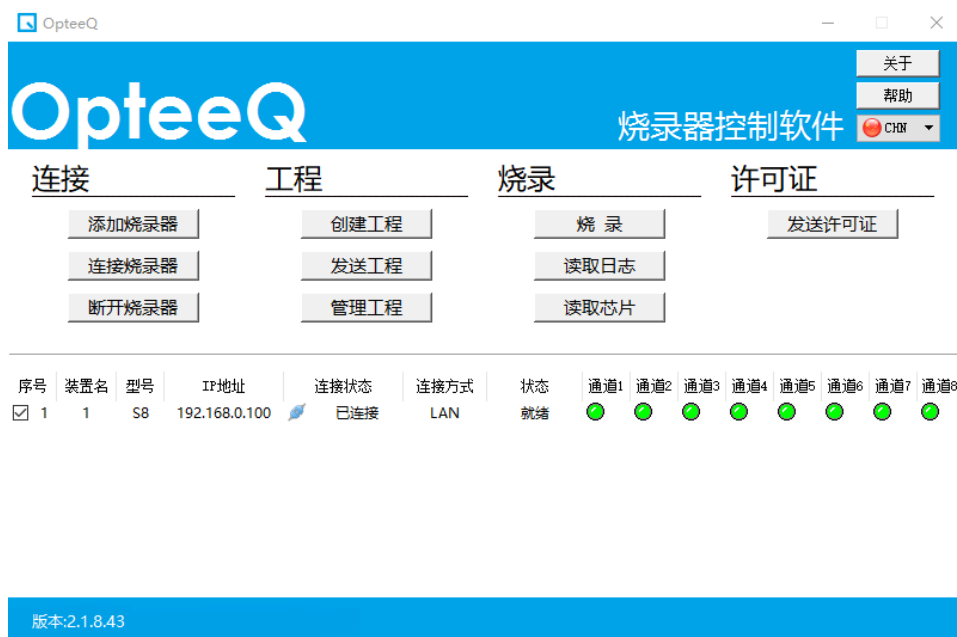

图4.10 成功连接上烧录器的显示界面
2) 成功连接上烧录器的显示界面，如图4.10所示。当PC机与烧录器之间成功建立连接时，烧录器上的“LINK/ 连机” LED灯会点亮。